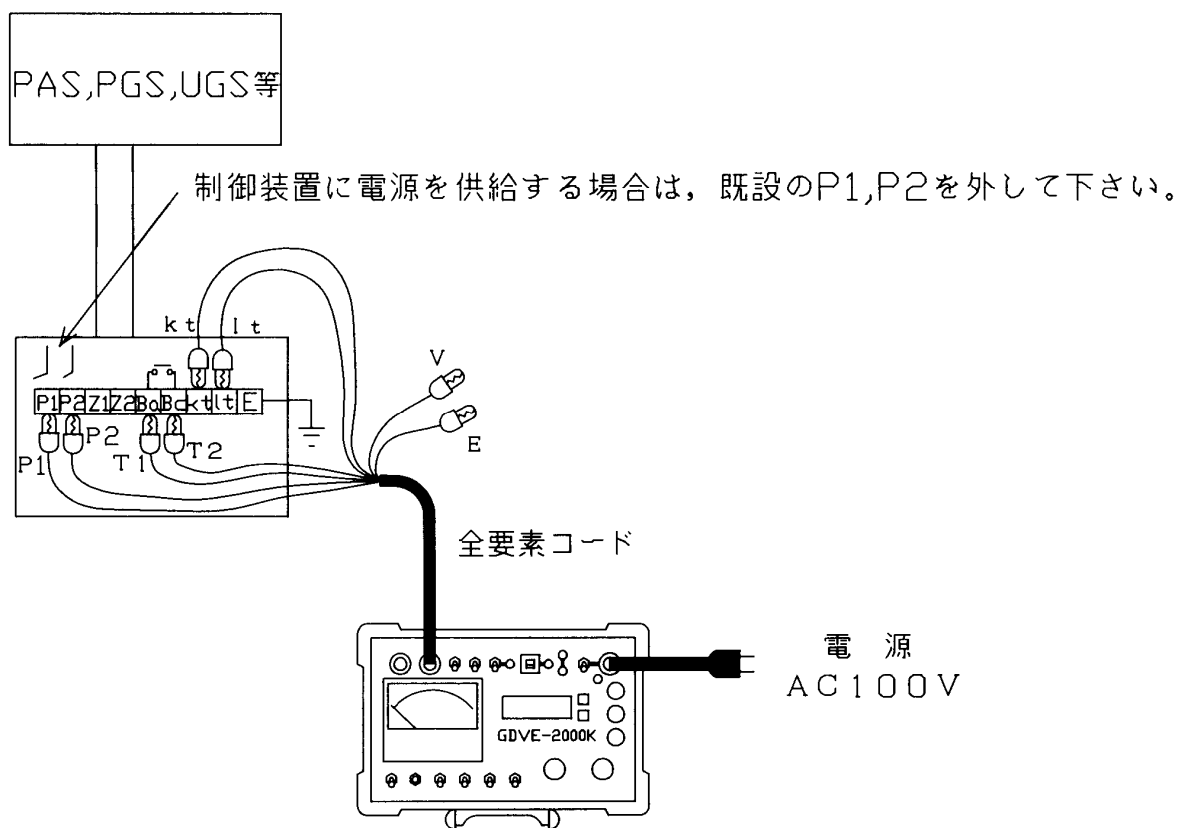

図3：試験回路図—PAS, PGS等の単体試験（停電状態）
7. 以上のような点を注意し、試験回路を構成します。(図3、4)